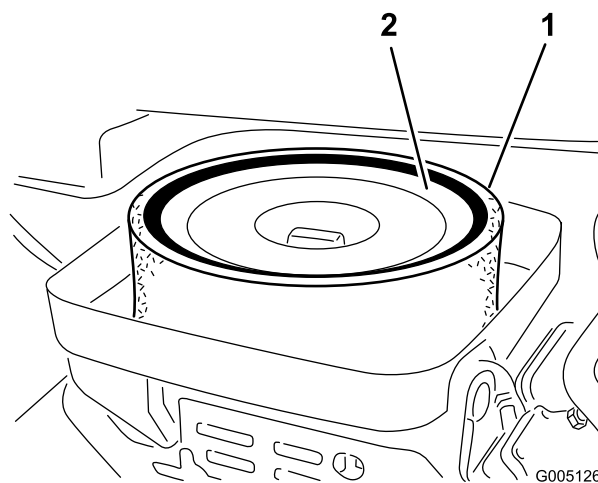

Figura 41
3. Togliete il dado ad alette che fissa gli elementi al corpo del filtro dell'aria (Figura 41).
4. Se l'elemento in schiuma sintetica è sporco, rimuovetelo dall'elemento di carta (Figura 41). Pulitelo accuratamente, come indicato di seguito: